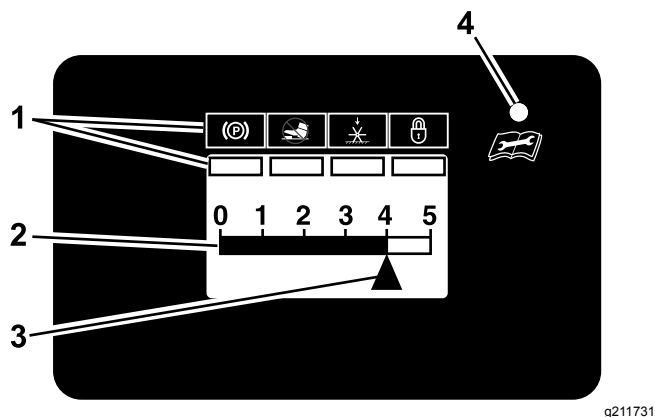

Figure 21
Une valeur plus élevée sur la barre d'état (Figure 21) augmente la longueur des carottes d'aération tandis qu'une valeur inférieure la réduit.
La diode utilise plusieurs couleurs (Figure 20 et Figure 21) pour indiquer l'état du système :
- Pour bloquer le réglage, tournez 5 fois la clé de contact de la position ARRÊT à la position CONTACT. La diode d'état s'allume sur l'affichage d'engagement des louchets (voir Figure 21).